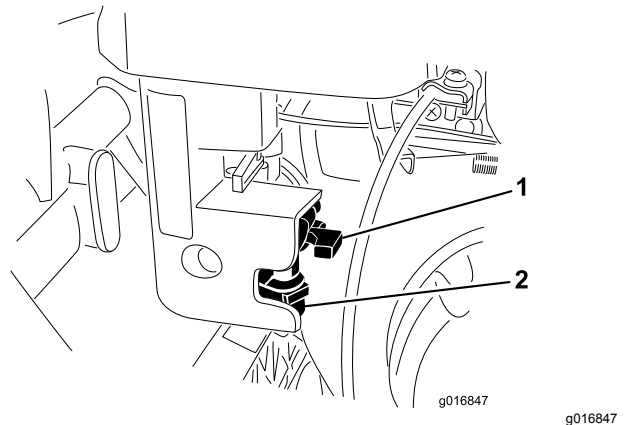

Bild 40
1. Schließen Sie den Kraftstoffhahn und schrauben Sie den Tankdeckel vom Filtergehäuse ab (Bild 40).